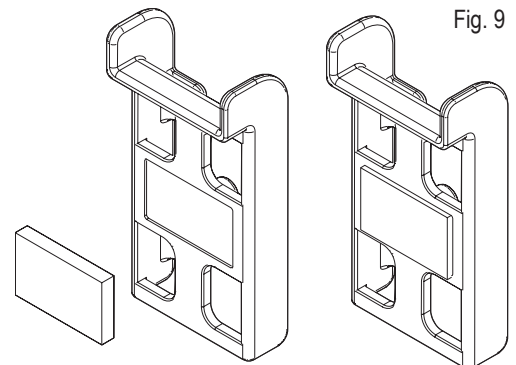

Fig. 9
4. Pega la cinta adhesiva doble en el lugar correspondiente de la guía para cables sobre los bordes (Fig. 9).